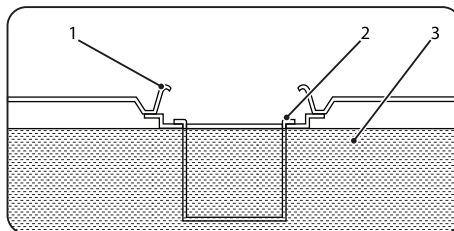

рис. 3
Максимальный уровень топлива (3) в баке (1) соответствует верхней кромке топливного фильтра (2). (рис. 3)